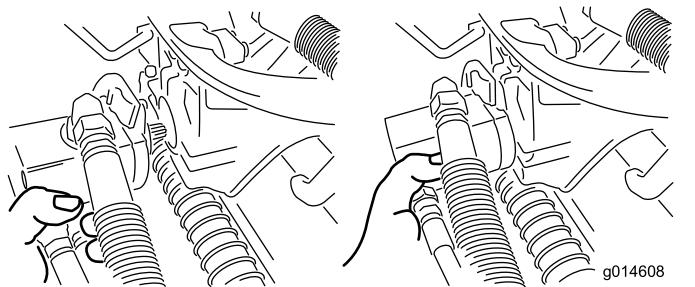

Figura 52
3. Mueva el motor al lugar de almacenamiento en la parte delantera del brazo de suspensión (Figura 52).